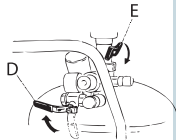

Рисунок 8.1
1. Закройте клапан E и поверните вентиль D вправо (рис.8.1).